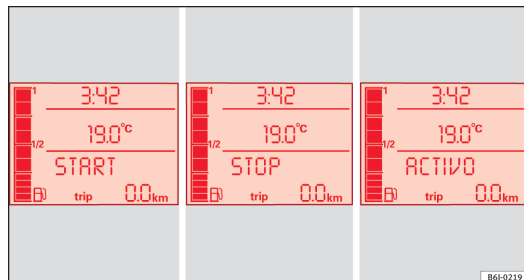

Fig. 110 Indication sur l'écran du tableau de bord durant le fonctionnement Start-Stop.
- L'écran du tableau de bord affiche des informations concernant l'état du fonctionnement Start-Stop → fig. 110.